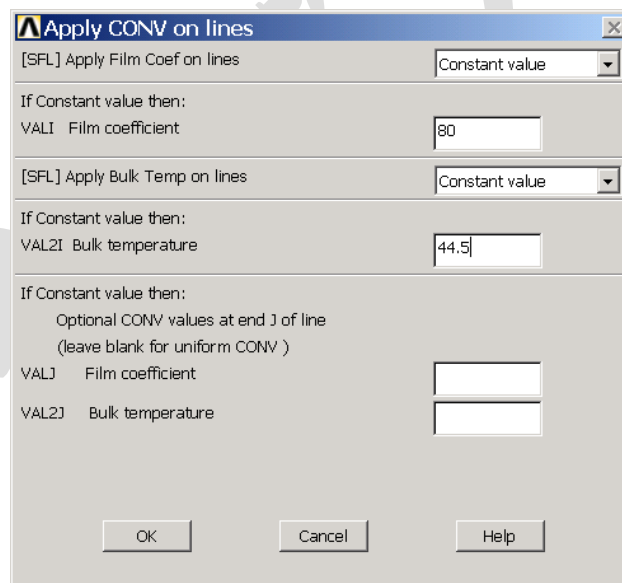

图11.13 施加荷载
(14) 单击 **Main Menu>Solution>Define Loads>Apply>Thermal>Convection>On Lines** 菜单，弹出图形拾取对话框，选择不锈钢层的外壁，单击【OK】按钮，弹出如图 11.13 所示的对话框。在【Film coefficient】文本框中输入【80】，在【Bulk temperature】文本框中输入【44.5】，单击【OK】按钮。